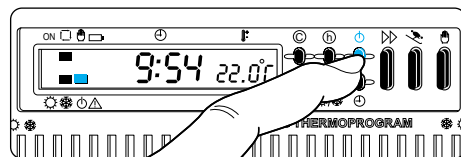

Fig. 34
12.1 - Premere il pulsante 🔌 (fig. 34).